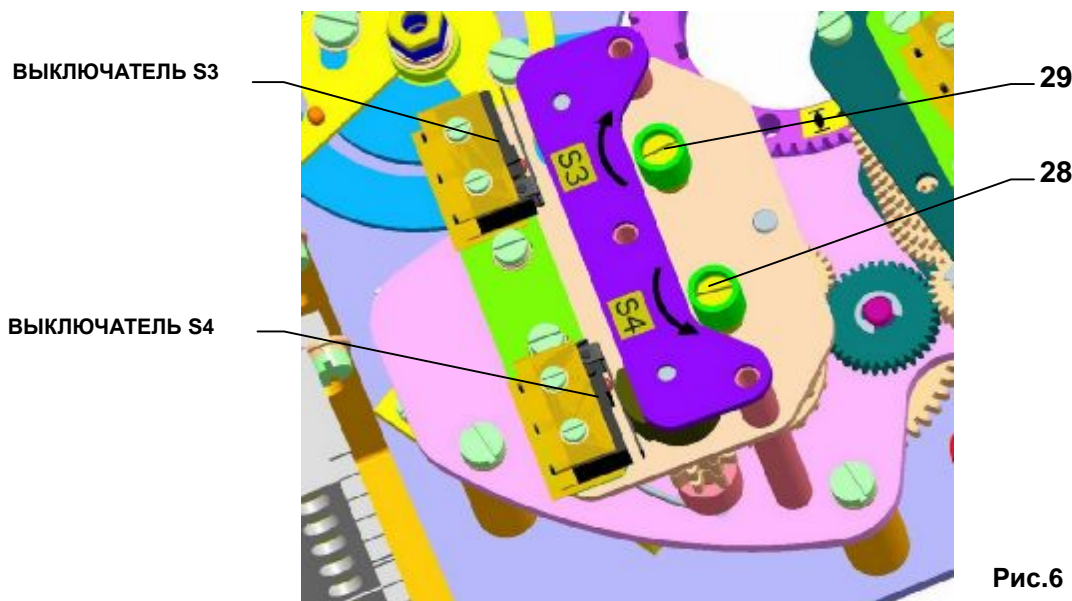

Рис.6
Проверка позиционных выключателей (рис. 6,8). При движении ЭП в направлении « закрыто » переключить контакты выключателей S4 либо S6 нажатием выключающего контакта соответствующего выключателя. При правильном подсоединении ЭП должен остановиться при переключении контактов выключателя S4 и сигнализировать при переключении контактов выключателя S6. Аналогично повторить испытание и для направления «открыто». При нажатии выключающего контакта выключателя S3 либо S5 ЭП должен остановиться, либо соответственно сигнализировать. В случае неисправности следует опять контролировать присоединение выключателей в соответствии с соединительной схемой.
4.2 Настройка выключателей положения (S3(S13),S4(S14)) (рис.6)
ЭП в заводе-изготовителе настроен на 6-ий ступень хода для табл. №3 или на ход, соответствующий спецификации заказчика. Ход указанный на щитке ЭП соответствует макс. ходу при настройке редуктора на 11°, по Таб. No 3. При установке, настроении и перестановке выключателей положения и сигнализации поступайте следующим образом (Рис.6,7):
- ЭП перестановите в положение «открыто», электрическим путем или вручную. Если ЭП при перестановке электрическим путем через ход выключит в междуположении перед достигнутого положения «открыто» от выключателя положения S3(Рис.6), отверткой вставленной в стопорный винт(29), вращайте после его оттеснения в направлении стрелки (смотри Прим. No1) и продолжайте в перестановке ЭП в положение «открыто».
- ЭП перестановите в положение «закрыто», электрическим путем или вручную. Если ЭП при перестановке электрическим путем, через ход выключит в междуположении перед достигнутого положения «закрыто» от выключателя положения S4(Рис.6), отверткой вставленной в стопорный винт(28), вращайте после его оттеснения в направлении стрелки (смотри Прим. No1) и продолжайте в перестановке ЭП в положение « закрыто ».